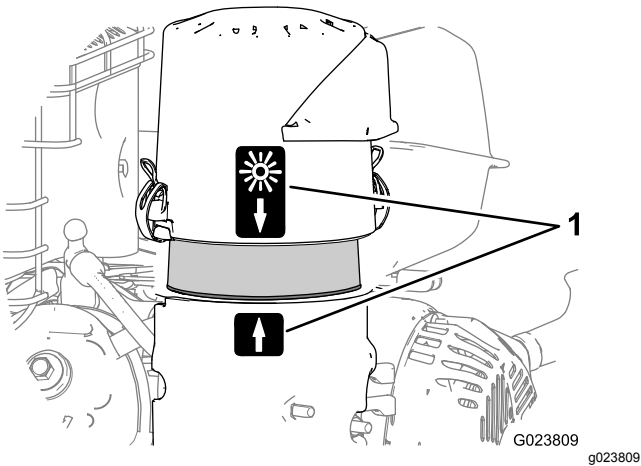

Bild 33
- Richten Sie den Pfeilaufkleber auf dem Luftfilterdeckel mit dem Pfeilaufkleber auf dem Unterteil aus (Bild 33).